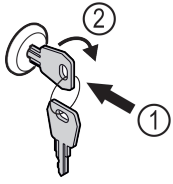

Fig. 103 Beispielhafte Darstellung
- ▶ Schlüssel hineindrücken Fig. 103 (1).
- ▶ Schlüssel um 90° im Uhrzeigersinn drehen Fig. 103 (2).